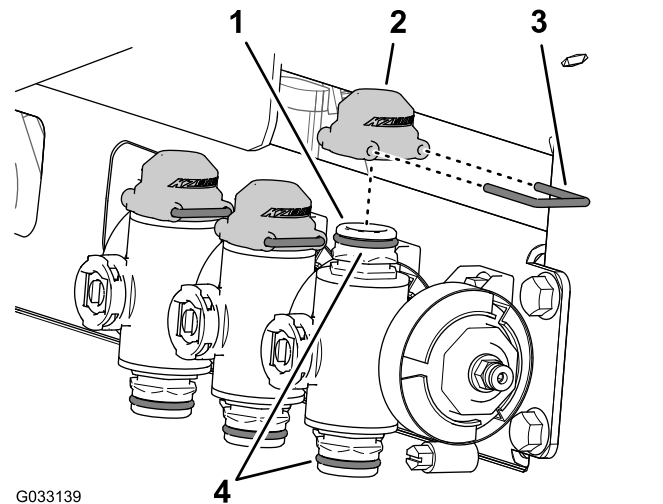

Figura 58
3. Lubrifique os anéis de retenção superior e inferior no acoplador rápido da válvula do coletor com o lubrificante disponibilizado com o tampão do acoplador rápido (Figura 58).
4. Monte as três tampas para os acopladores rápidos nos três acopladores rápidos para as válvulas do coletor (Figura 58).
5. Fixe as três tampas nos três acopladores rápidos com os três retentores (Figura 58).